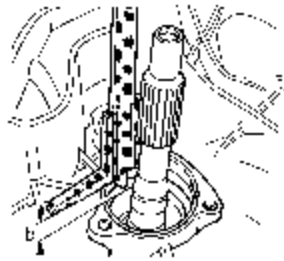

图 9-85 测量至球轴承相切平面尺寸 b
(4) 把深度卡尺放于变速箱壳体上, 并测量至球轴承相切平面的尺寸 b, 如图 9-85 所示。